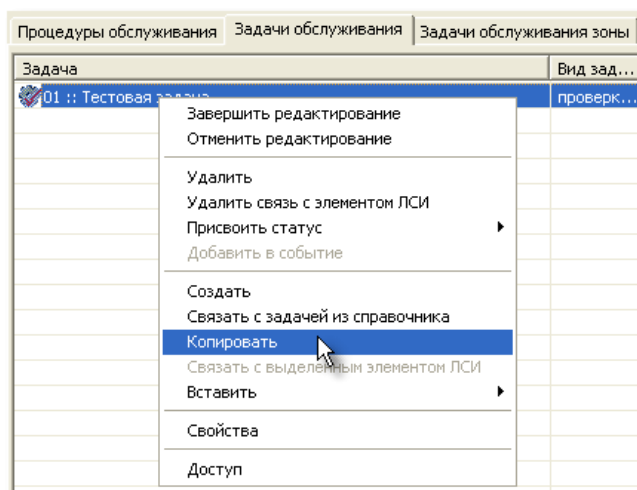
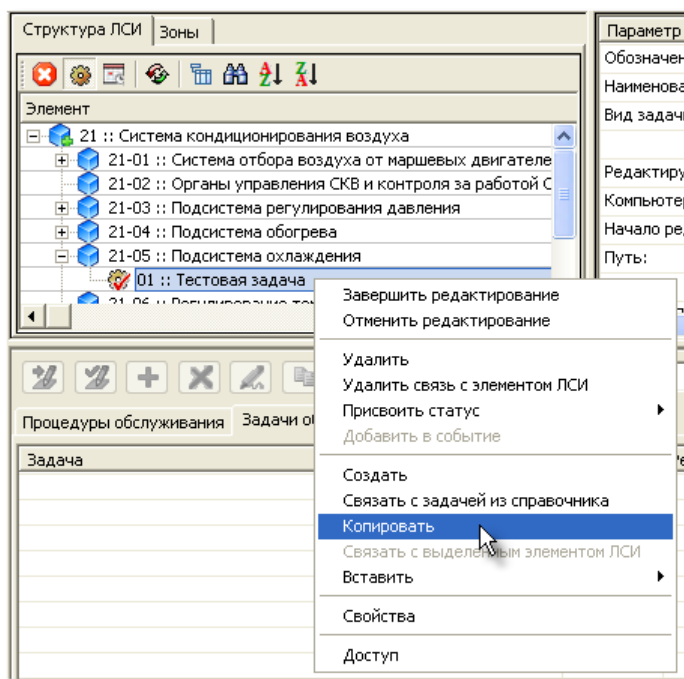

Рис. 2-60
Рис. 2-61
- Выделите задачу, с которой нужно установить связь, и в контекстном меню выберите пункт **Копировать** (рис. 2-60 или рис. 2-61).